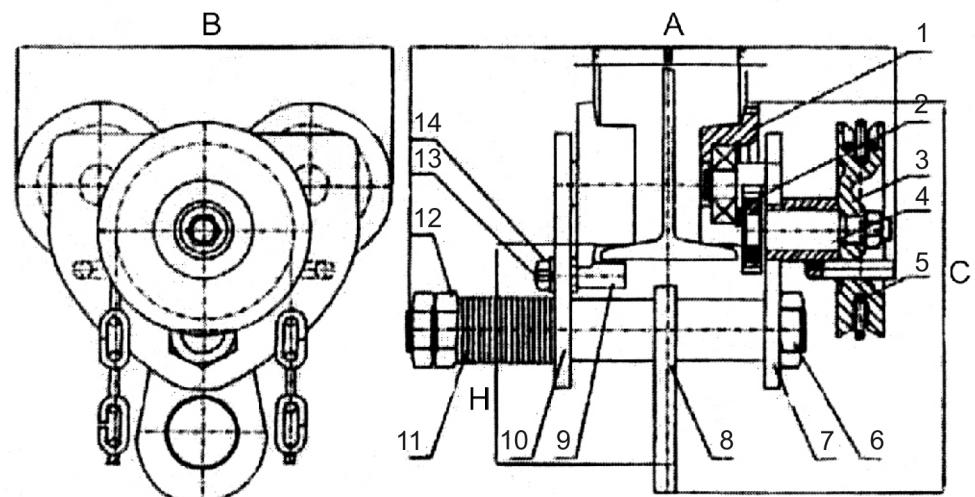

Рис. 1. Тележка для тали с приводом тип GCL610
1. Тележка с приводом (см. рис. 1) состоит из левой пластины (10), правой пластины (7), подвесного штифта (6), подвесной пластины (8), ручного колеса (3), вала (4) и т.п.
2. Колеса (1) смонтированы на правой и левой пластинах. Подвесной штифт проходит через левую и правую пластины, к которым подвешено подъемное устройство, и зафиксирован гайками (12).
4. Тележка с приводом перемещается по двутавровой балке путем вытягивания ручной цепи (5) и передачи движения на вал (4), шестерню (2) и ведущее колесо (1).
6. Для возможности монтажа тележки на балках различной ширины, расстояние между фланцами колес регулируется путем установки регулировочных шайб (11) с внешней и внутренней стороны пластин.
1. При монтаже тележки количество регулировочных шайб с внутренней и внешней стороны пластины должно быть одинаковым. С целью правильной установки внешнего зазора F между колесным фланцем и двутавровой балкой количество регулировочных шайб с внутренней стороны пластины в случае необходимости может быть увеличено или уменьшено на единицу (см. рис. 1).
2. После монтажа тележки на двутавровой балке, подтяните гайки (12) на подвесном штифте (6) и проверьте работоспособность тележки при малой нагрузке. При хорошем контакте колес с двутавровой балкой затяните стопорные гайки. При затяжке гаек соблюдайте осторожность.
3. После монтажа тележки с приводом на двутавровой балке (см. рис. 1) необходимо выставить зазор F между вращающейся втулкой (9) и основанием двутавровой балки, для чего ослабьте гайку (14) и передвигайте ось (13) до установления требуемого согласно спецификации значения, после чего затяните гайку (14)